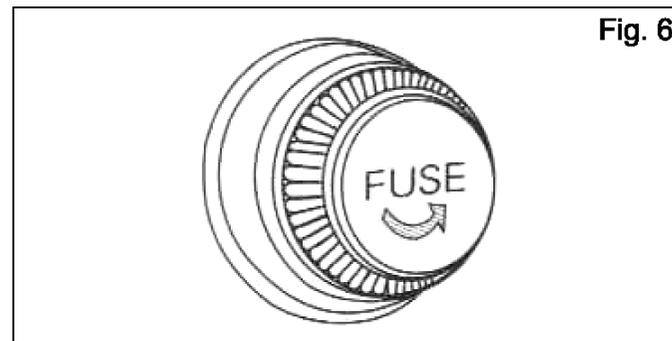

Fig. 6
**Eine 8 A-Sicherung** (neben dem Ersatzradbügel, Heckseite, Abb. 6 und 7) dient dem Vermeiden jeglicher Schäden am automatischen Anlassersystem durch Kurzschluss.